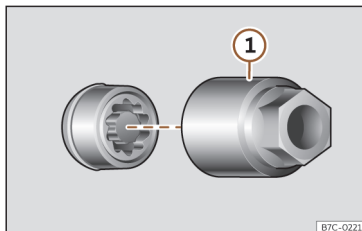

Fig. 36 Parafuso antirroubo da roda com capa de proteção e adaptador.
- Encaixe o adaptador especial»» **Fig. 36 ①** (ferramenta de bordo)»» **Página 45**) no parafuso antirroubo da roda até ao limite.